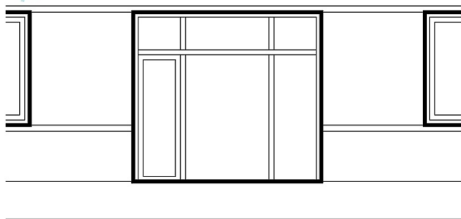

图 4.32 移动矩形
③ 在指定第二个点或<使用第一个点作为位移>: 提示下, 输入“@80, 80”并按 Enter 键结束命令。这样将矩形向右上角移动, 水平向右偏移 80mm, 垂直向上偏移 80mm, 结果如图 4.32 所示。